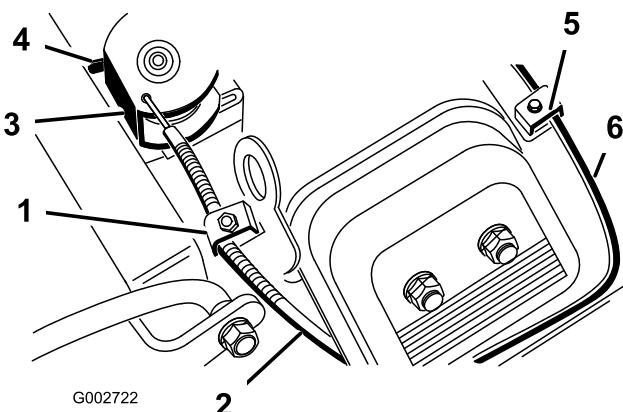

Figura 37
2. Liberte o parafuso que fixa o cabo ao motor (Figura 37).
4. Puxe o cabo do regulador até que a zona traseira da caivilha entre em contacto com o batente (Figura 37).
4. Puxe o cabo do ar (Figura 37) até que a borboleta se encontre completamente fechada e, em seguida, aperte o parafuso de fixação do cabo.